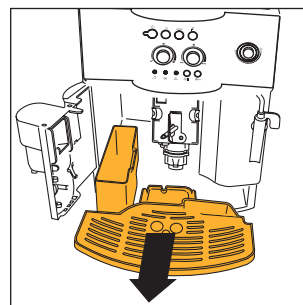

Fig. 16
NOTA 7: la máquina cuenta la cantidad de cafés que se sirven. Cada 14 cafés individuales (o 7 dobles), el piloto 📶 se enciende de manera fija (cap. 12 punto 3) advirtiéndole que el cajón de los posos está lleno y que hay que vaciarlo y limpiarlo. Hasta que no se limpia el cajón de los posos, el piloto permanece encendido y la máquina no puede hacer el café. Para limpiar, abra la portezuela de servicio situada en la parte delantera tirando del grupo de erogación (fig. 15); se enciende el piloto ⚠ que parpadea (véase § 12 punto 9), entonces extraiga la bandeja recogegotas (fig. 16) vacíela y límpiela. Vacíe y limpie meticulosamente el cajón de los posos procurando eliminar todos los residuos que puedan estar depositados en el fondo. Seque también las gotas de condensado que se depositen en el interior de la máquina, bajo la bandeja recogegotas. **IMPORTANTE:** cuando se extrae la bandeja recogegotas es **OBLIGATORIO** vaciar siempre el cajón de los posos de café incluso aunque no esté muy lleno. Si esta operación no es efectuada, puede suceder que, cuando se preparan otros cafés, el cajón de los posos se llene más de lo previsto y que la máquina se obstruya con pastillas usadas.
- extraiga la bandeja recoge gotas y el recipiente de los posos (fig. 16) y lávelos;